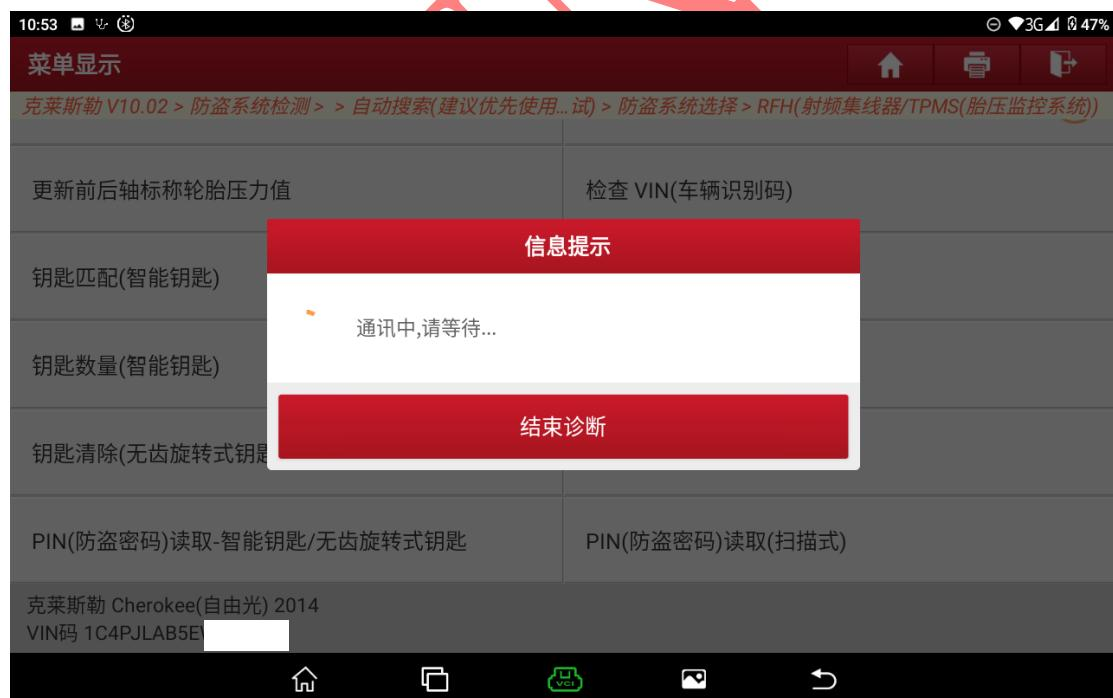

图 12
10. 耐心等待设备读取 PIN，期间不要进行其它操作（图 12）